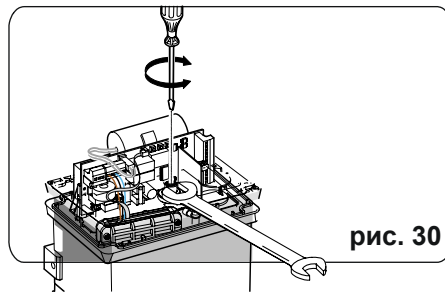

рис. 30
2. Удерживайте вал двигателя с помощью гаечного ключа и поверните регулировочный винт, как показано на рис. 30
Проверьте, чтобы двигатель был подключен так, как показано на рис. 30 (стандартное подключение).